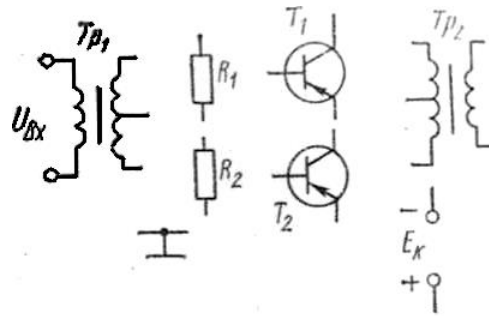

Рис. 115
**Задача 2 (варианты 61—70).** Составить схему двухтактного усилителя мощности из элементов, указанных на рис. 115. Объяснить назначение элементов схемы и ответить на вопрос своего варианта из табл. 69,